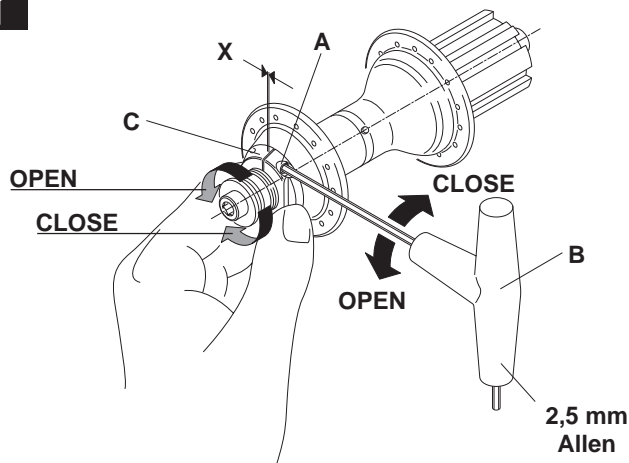

Fig. 3
- Svitare di circa 3 giri la vite (A) inserendovi a fondo la chiave a brugola da 2,5 mm (per **Record e Chorus**) o per mezzo di un cacciavite a croce Phillips (per **Daytona**).
- Per ridurre il gioco del perno avvitate la ghiera (C) ruotandola in senso orario con la mano o con una chiave da 21 mm (Fig. 3 - Pag. 14).
- Fully insert the 2.5 mm Allen wrench into screw (A) (for **Record** and **Chorus**) or use a Phillips type screwdriver (for **Daytona**) and loosen it by about three (3) turns.
- To reduce axle play, tighten locking (C) by turning it clockwise by hand or with a 21 mm wrench (Fig. 3 - Pag. 14).
- Bei **Record** und **Chorus** den 2,5 mm Inbusschlüssel und bei **Daytona** den Phillips Schraubenzieher tief in die Schraube einführen (A) und diese mit circa 3 Umdrehungen lockern.
- Um das Spiel der Achse zu verringern die Buchse (C) anziehen. Dazu die Buchse im Uhrzeigersinn mit der Hand oder mit einem 21 mm Schlüssel drehen (Abb. 3 - S. 14).
- Introduisez à fond la clé à Allen de 2,5 mm (pour **Record** et **Chorus**) ou le tournevis croix (pour **Daytona**) dans la vis (A) et desserrez celle-ci d'environ 3 tours.
- Pour réduire le jeu de l'axe, vissez la bague (C) en la tournant dans le sens des aiguilles d'une montre avec la main ou avec une clé de 21 mm (Fig. 3).
- Introducir la llave allen de 2,5 mm en el tornillo (A) (para **Record** y **Chorus**) o el destornillador a cruz (para **Daytona**) y aflojarlo unos 3 giros.
- Para reducir el juego del eje, enroscar la virola (C) girándola en el sentido de las agujas del reloj con la mano o con una llave de 21 mm (Fig. 3).
- Plaats de 2.5 mm imbussleutel in bout (A) (voor **Record** en **Chorus**) en een kruisschroevendraaier (voor **Daytona**) en draai hem vast door middel van ongeveer 3 slagen.
- Om speling op de as weg te nemen: draai borgmoer (C) vast in de richting van de klok met de hand of met 21 mm sleutel (Fig. 3).